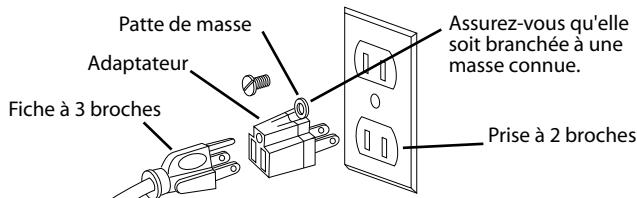

Figure 5 – Prise à 2 broches avec adaptateur.
- Un adaptateur provisoire de mise à la terre de 3 broches à 2 broches (Voir Figure 5) est disponible pour la connection des prises à une prise de deux pôles s'il est bien mis à la terre.